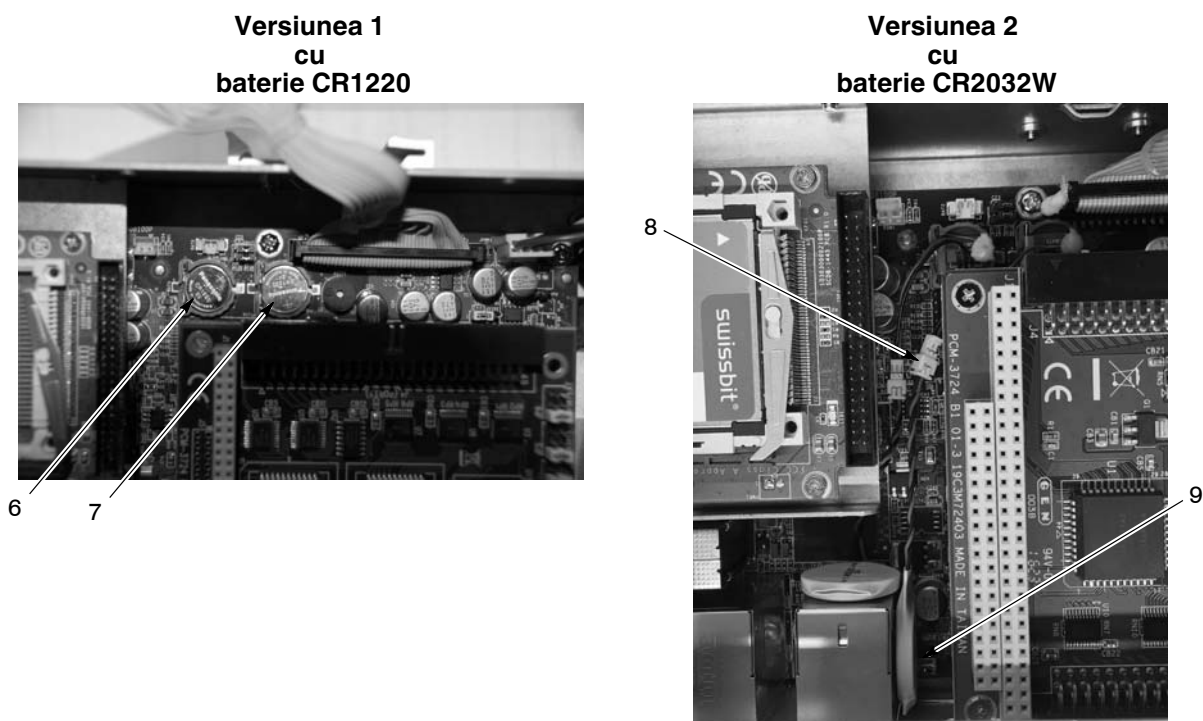

Figura 5-9 Înlocuirea bateriei
**NOTĂ:** Vezi Figura 5-9. Amplasarea și tipul bateriei depind de versiunea plăcii PC.
- a. **Versiunea 1** - Scoateți bateria BAT1 (7) așezând capul unei șurubelnițe mici cu cap plat sub baterie pentru a o ridica de pe placă.
- b. **Versiunea 2** - Trageți ansamblul bateriei (9) de la banda cu două părți adezive care o ține la elementul de fixare a plăcii. Deconectați cablajul bateriei (8) pentru a demonta bateria de la placă.